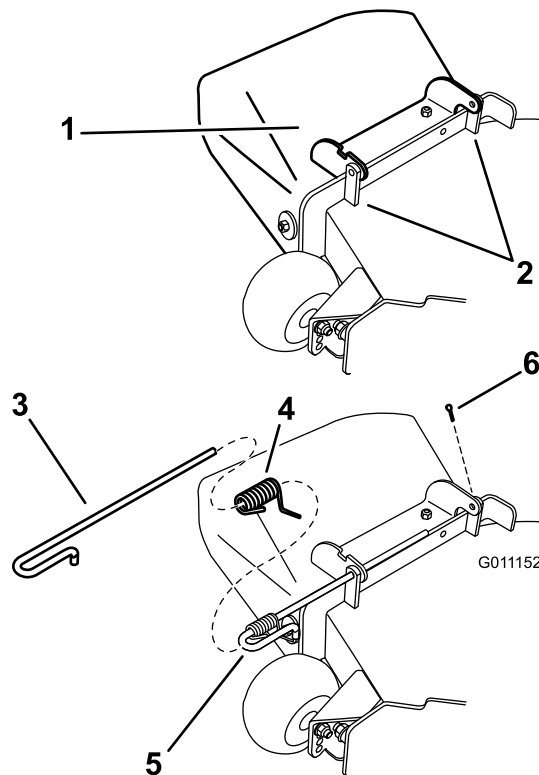

Figura 73
1. Togliete la coppiglia dall'asta (Figura 73).
2. Sganciate la molla dalla tacca presente sulla staffa del deflettore e fate scorrere l'asta per estrarla dalle staffe saldate del piatto di taglio, dalla molla e dal deflettore di scarico (Figura 73). Togliete il deflettore di scarico se è danneggiato o consumato.
3. Posizionate il nuovo gruppo deflettore di scarico con le estremità delle staffe collocate tra le staffe saldate al piatto come illustrato nella Figura 73.